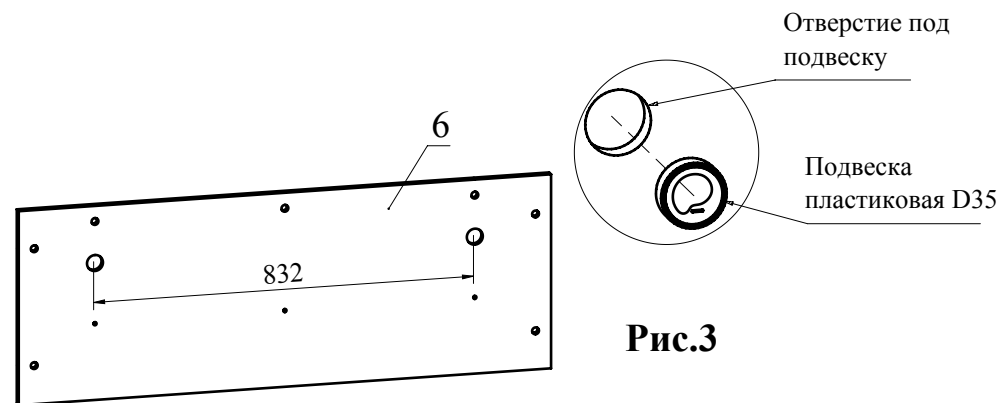

Рис.3
4. Вбейте подвески пластиковые в деталь 6 (Рис. 3).